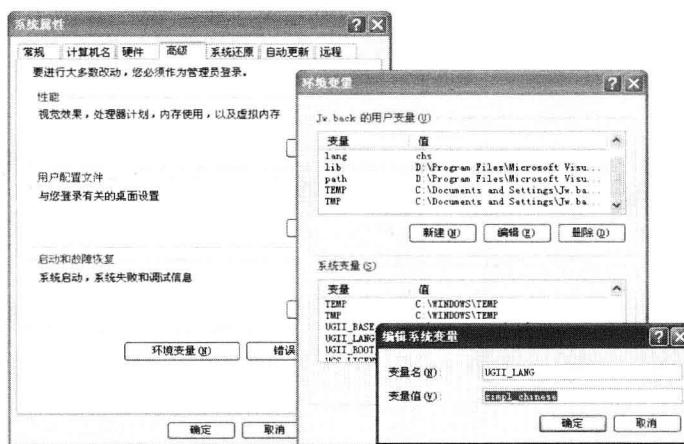

图 1-7 “环境变量”对话框
在 Windows NT 内核系统中，软件系统的工作路径是由系统注册表和环境变量来设置的，UG NX 安装以后，会自动建立一些系统环境变量，如 UG II _BASE_DIR、UG II _LANG 和 UG II _LICENSE_FILE 等。如果用户要修改或添加环境变量，可以打开“控制面板”窗口，双击“系统”选项，然后在弹出的“系统属性”对话框中选择“高级”选项卡，单击 [环境变量 (D)] 按钮，在弹出的对话框中对环境变量进行设置，如图 1-7 所示。例如，在“环境变量”对话框中将 simpl_chinese（简体中文）改为 English（英文），这样就可以将 UG NX 的语言环境改为英文的。